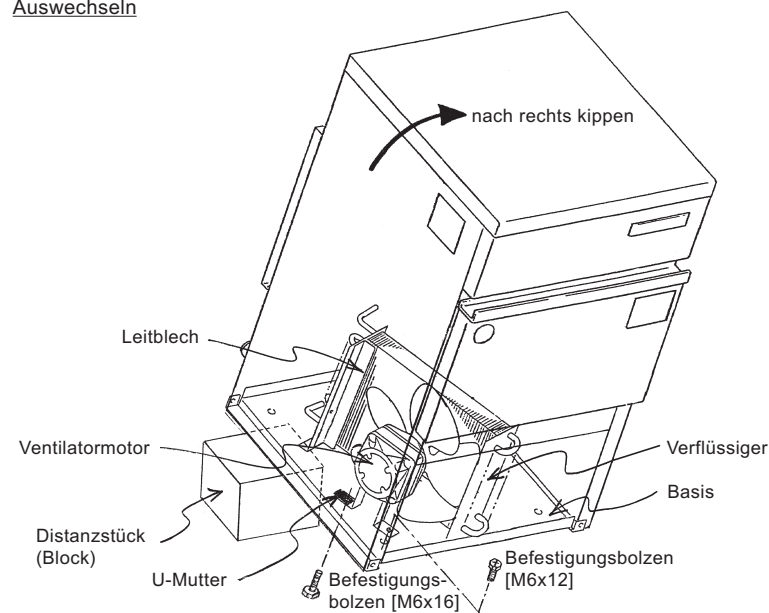

Abb. 34
3. Die Befestigungsbolzen für die Ventilatormotorträger sind verschieden lang. Achten Sie darauf, diese nicht zu verwechseln. (Siehe Abb. 34)